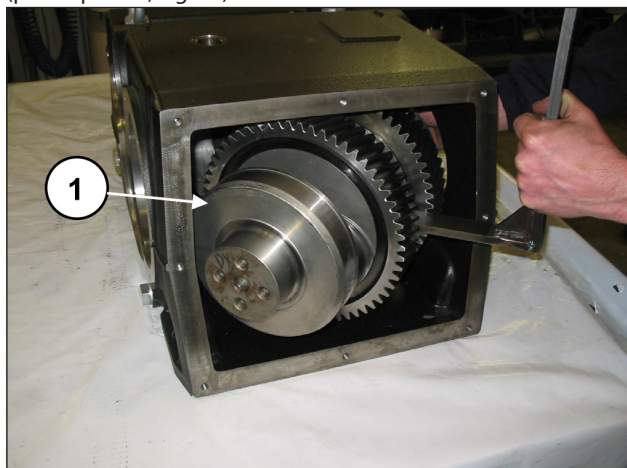

Fig. 40
Sfilare l'albero a gomiti dalla parte posteriore del carter (pos. ① pos. ①, Fig. 40).